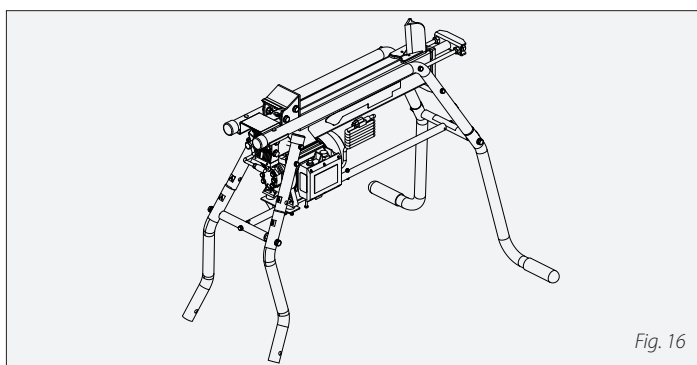

Fig. 16
Après avoir attaché la barre centrale aux pieds, serrer toute la visserie à l'aide de clés de taille correspondante. Voir **figure 16**. La hauteur de l'étrier de support du moteur (8) doit à présent être ajustée de telle manière que le moteur repose sur le dessus du support de moteur. Voir **figure 17**.